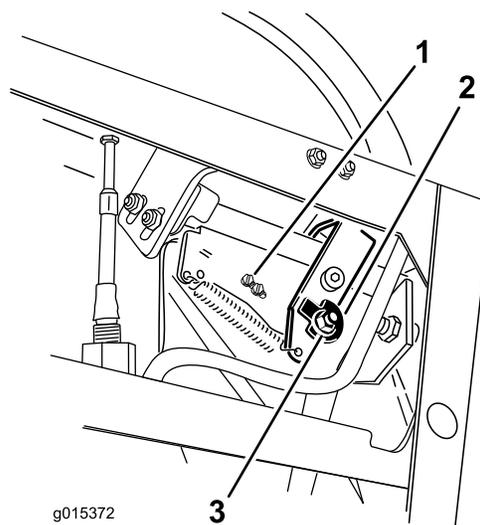
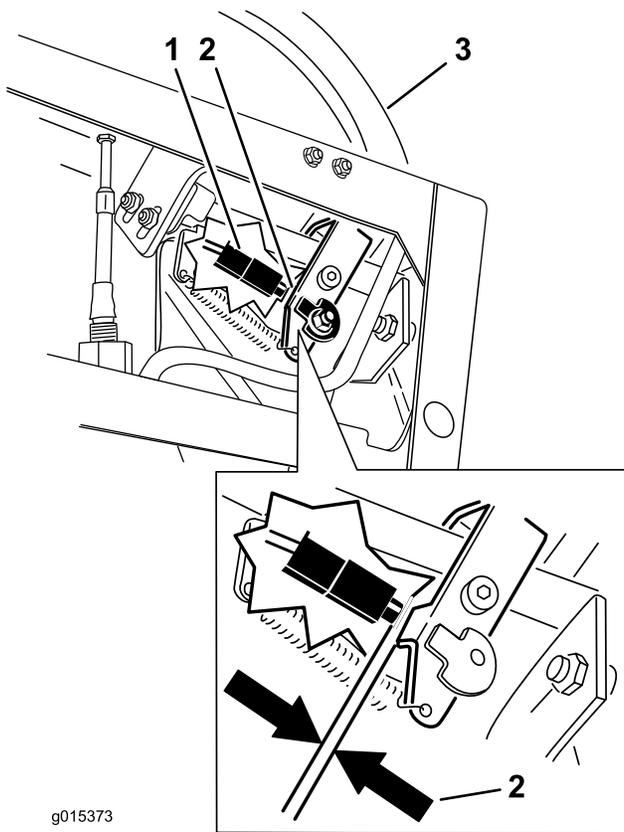

Figura 76
Figura 77
7. Afloje la tuerca y el perno que sujetan la leva (Figura 76).
10. Compruebe la distancia entre la palanca de control y el interruptor, según se muestra en Figura 77. La distancia debe ser de 3 mm (1/8 pulgada) con la palanca de control de movimiento derecha en la posición de punto muerto sin bloquear.
11. Si es necesario, afloje los tornillos que sujetan el interruptor, y ajuste el interruptor (Figura 76 y Figura 77).